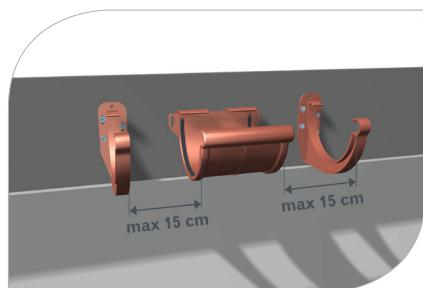

рис. 12
- 3.5 В местах соединения двух желобов установите соединитель (**рис. 12**)